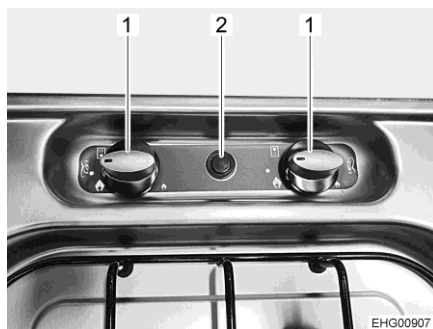

Fig. 106 Fornello a gas
- Ruotare il pomello girevole (Fig. 106,1) dell'impianto a fiamma libera desiderato in posizione accesa (fiamma alta).
- Premere il pulsante a pressione (Fig. 106,2). Sul bruciatore viene generata una scintilla di accensione. Se necessario, premere ripetutamente il pulsante a pressione.